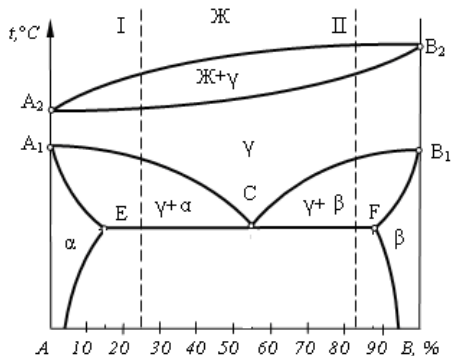

Рис. 3
7. Сплав II называют (рис. 3):